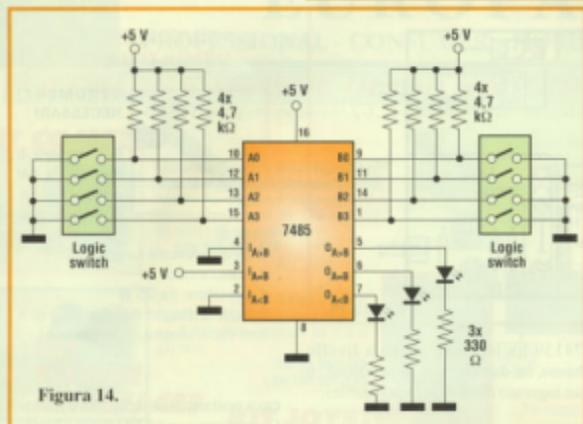
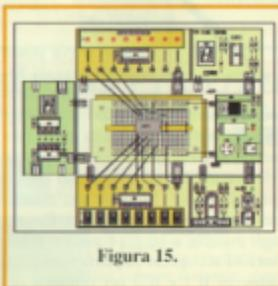

Figura 14.
Figura 15.
1. Collegare il circuito di **Figura 14** utilizzando il "Logic Trainer" come indicato in **Figura 15**. Applicare due numeri binari identici agli ingressi A e B verificando le decisioni in uscita. Qual è il risultato?.....